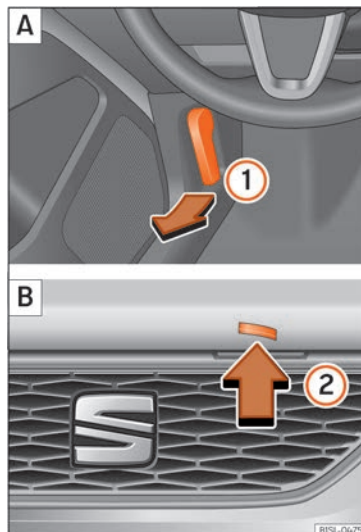

Fig. 9 A: Palanca de desbloqueig a la zona reposapeus, al costat del conductor. B: Palanca de desbloqueig al capó del motor.
- Estireu la palanca de desbloqueig en el sentit de la fletxa » fig. 9 ❶. Per la reacció ressort de la molla, el capó del motor surt impulsat de l'element de bloqueig de la peça portapanys » ⚠ en Preparatius per treballar en el compartiment del motor de la pàg. 208.
- Aixequeu lleugerament el capó del motor i pressioneu alhora la palanca de desbloqueig ❷ en el sentit de la fletxa per obrir del tot el capó del motor.
- Extraieu la vareta de subjecció del capó del seu suport en el sentit de la fletxa ❸ i col·loqueu-la a l'obertura prevista per a aquesta finalitat ❹ (fletxa).